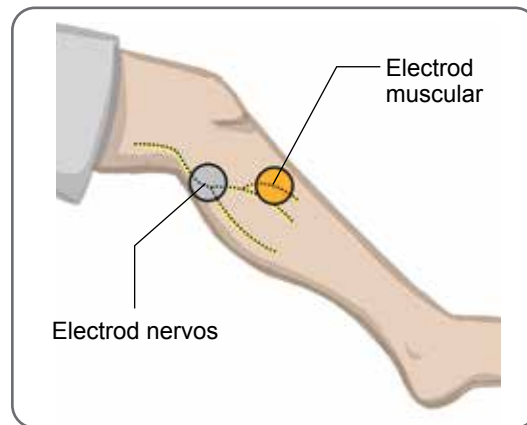

Figura 8-3: Poziționarea electrozilor pe picior
8. Poziționați un electrod (electrodul nervos) peste nervul peronier comun, distal și puțin posterior față de capul fibulei. Consultați Figura 8-3.